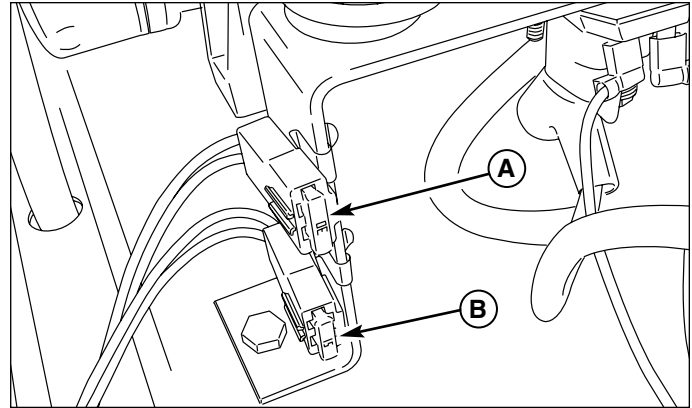

Figure 36. Désignation et calibres des fusibles
3. Enlevez et vérifiez le (ou les) fusible suspect. S'il est grillé, remplacez-le par un fusible de calibre égal aux valeurs données en figure 36.